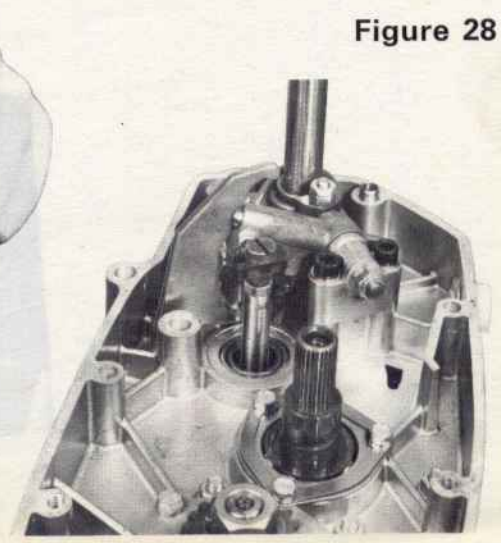

Figure 28
- Le rochet de commande étant monté sur son support, placer la petite fourchette à l'extrémité du rochet en introduisant les branches de cette fourchette sous la vis de réglage du tiroir des vitesses (figure 28).